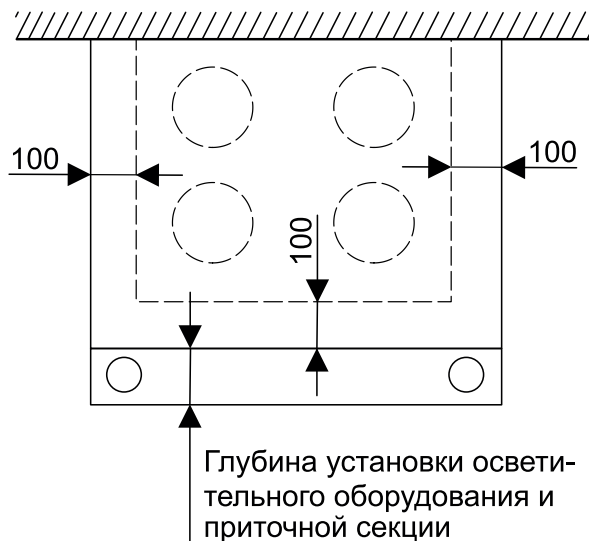

Рисунок 4.1 – Отношение размеров зонта к размерам рабочей поверхности
4.5 В соответствии с принятыми стандартами, зонт должен иметь длину и ширину на 100 мм превышающие соответствующие размеры источников тепла. При исполнении ЗВК с СВ минимальное расстояние по горизонтали от приточной секции со светильниками до рабочей поверхности - 100 мм (рисунок 4.1).